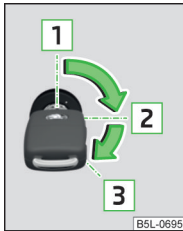

Abb. 91
**Positionen des Fahrzeugschlüssels im Zündschloss » Abb. 91**
- > Den Schlüssel in die Position  » Abb. 91 auf Seite 103 drehen.